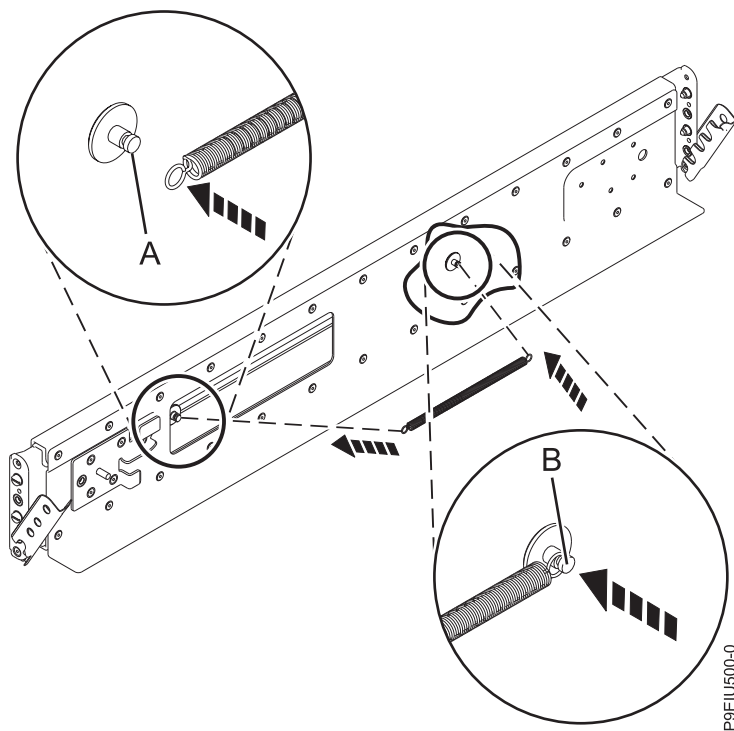

Figure 3. Installation du ressort sur la glissière
4. Installez le ressort sur la glissière en accrochant une extrémité autour de l'une des vis de butée circulaires (A) et l'autre extrémité autour de l'autre vis de butée circulaire (B) comme illustré dans la figure 3, à la page 5.